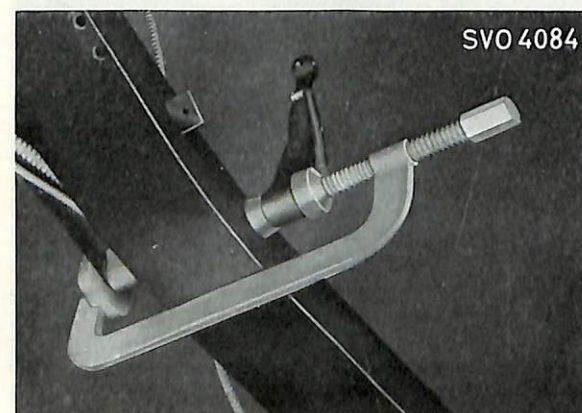

Bild 21. Montering av pedaler.
3. Sätt kopplingspedalen på axeln (7) samt skjut in denna på sin plats i ramen.
4. Sätt en gummihylsa (9) på bromspedalen på den mot ramen vända sidan. Smörj bussningen och sätt på axeln.
5. Montera därefter dragplåten (11). Pressa ihop det hela med tving SVO 4084, bild 21, och sätt fast låsringen (12).
6. Skruva i smörjnippeln (1) vid kopplingspedal-sidan och proppen (13) i motsatta änden. Smörj med chassismörjmedel.